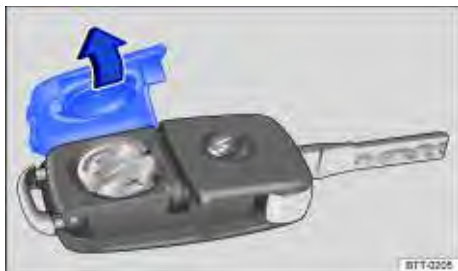

Fig. 25 Chave do veículo com comando remoto: abrir a tampa do alojamento da bateria.
A bateria encontra-se no lado posterior da chave do veículo com comando remoto, sob uma cobertura ⇒ Fig. 25.
- Retirar a cobertura no lado posterior da chave ⇒ Fig. 25 no sentido da seta ⇒ ①.
- Posicionar a cobertura conforme indicado ⇒ Fig. 25 e pressionar no sentido contrário ao da seta sobre a carcaça da chave do veículo até encaixar.